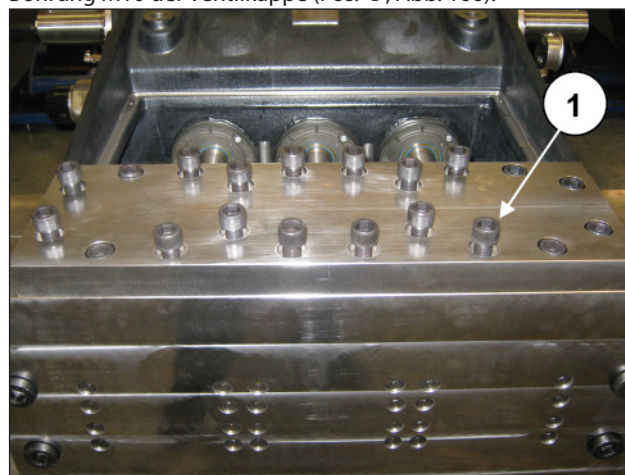
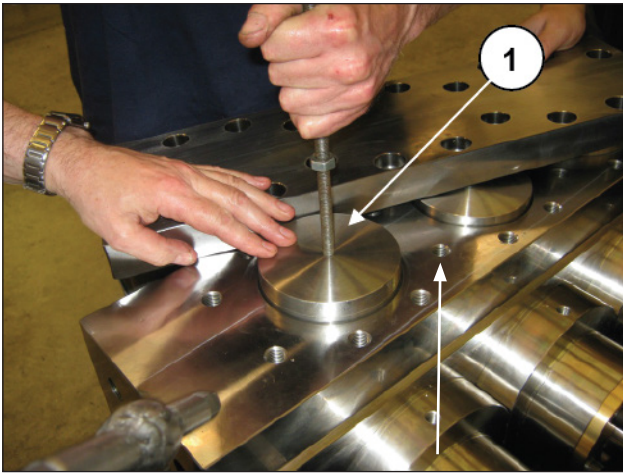

Abb. 165
Abb. 166
Drehen Sie die Schrauben M16 ab und entfernen Sie die Ventilkappe (Pos. ①, Abb. 165). Entfernen Sie anschließend die Ventilkappe mithilfe eines Abziehers mit Schlagwerk an der Bohrung M10 der Ventilkappe (Pos. ①, Abb. 166).